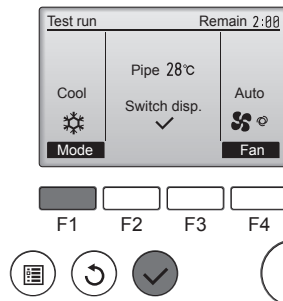

Fig. 8-3
- ① Trykk på [F1] for å endre driftsmodus. (Fig. 8-3)